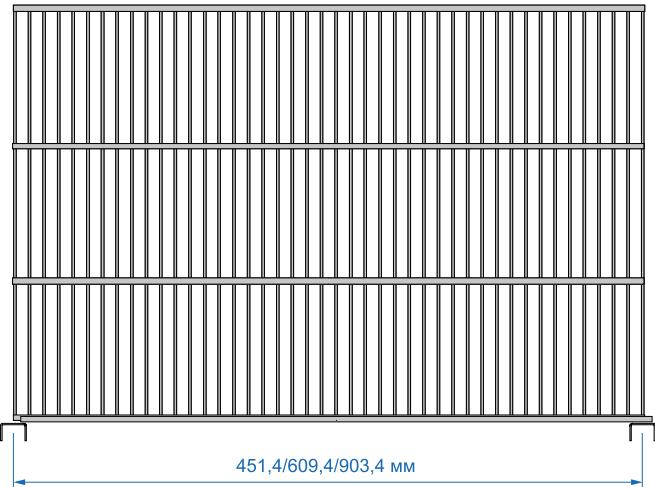

Рис. 1
Расстояние между осями направляющих при креплении к стенному покрытию для установки сетчатых полок на 607 мм должно составлять 609,4 мм (рис. 1).
Если элементы системы 450 мм шириной, то расстояние между осями направляющих 451,4 мм (рис. 1).
Если элементы системы 900 мм шириной, то расстояние между осями направляющих 903,4 мм (рис. 1).
- Установить кронштейны для меламиновых полок в технологические пазы настенных или навесных направляющих (рис.1);